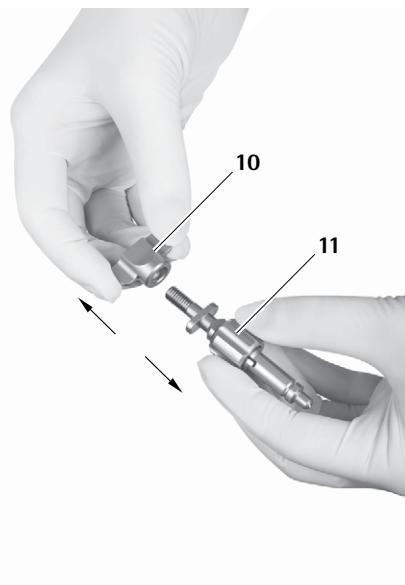

Рис. 17
- Отвинтить барабашковую гайку 10 адаптера держателя 11, см. Рис. 17.